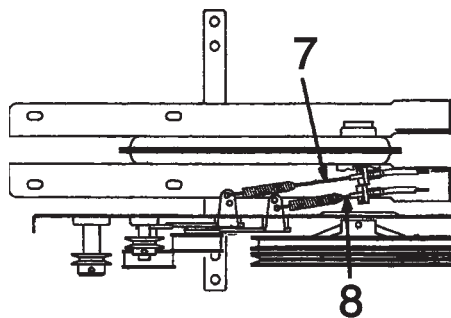

Fig. 11
6. Controlar que os registros e as molas (para o comando das marchas para frente e para trás) estejam montadas como na Fig. 11:
- Transmissão comando marcha para frente: manete ni 2 sobre o guiador (7).
- Transmissão comando marcha atrás: manete n° 7 sôbre o guiador (onde houver) (8).